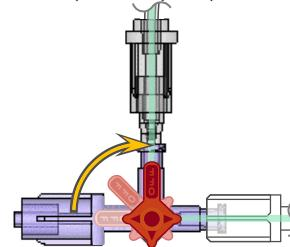

Figura 3 - Rubinetto del sistema DyeVert Power XT con OFF
- 9) Portare il rubinetto del sistema DyeVert Power XT con OFF verso il *rubinetto per la selezione delle valvole* (vedere Figura 3).